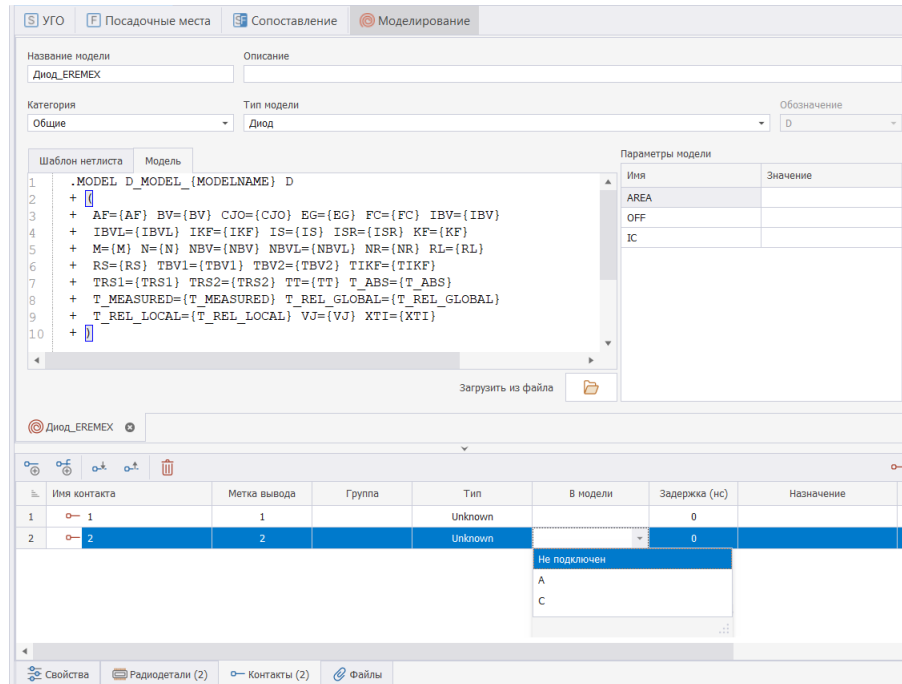

Рис. 287 Сопоставление контактов УГО с выводами Spice модели
5. Перейти на вкладку «Контакты» и сопоставить контакты компонента с выводами SPICE модели, Рис. 287.